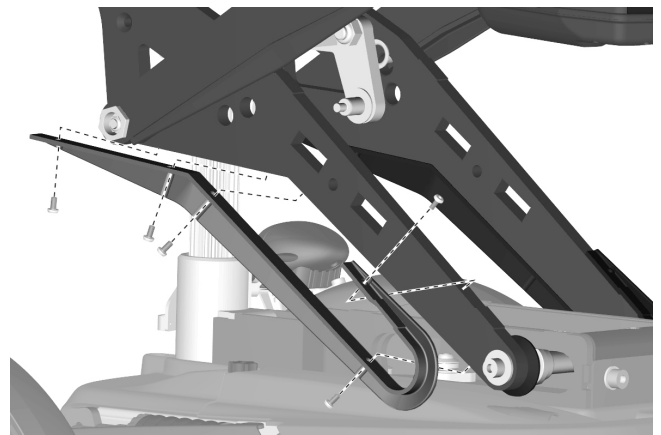

Abbildung 90. Der Klemmschutz wird mit fünf Schrauben montiert.
5. Die fünf Schrauben abmontieren, die den Klemmschutz des Unterlenkers halten. Siehe Abbildung.90.